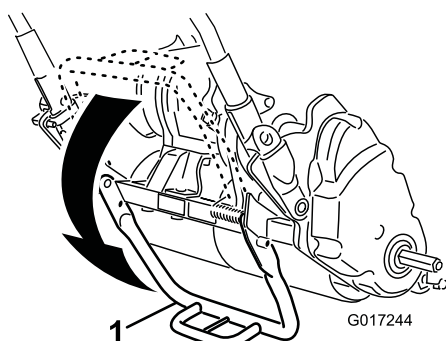

図 15
1. キックスタンドを立てるスタンドを足で下げながらハンドルで機体を持ち上げて機体をスタンドで支える図 15。